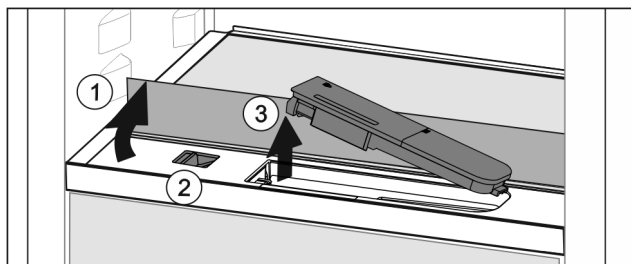

Fig. 104
- ▶ Ridicați placa de sticlă și rabatați în spate până la opritor Fig. 104 (1).
- ▶ Împingeți zăvorul Fig. 104 (2) spre stânga.
- ▶ Scoaterea rezervorului de apă Fig. 104 (3).